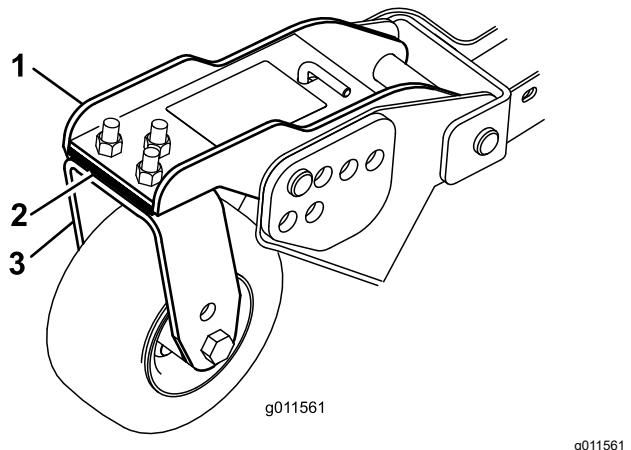

Figura 30
- Ajuste los suplementos de 3 mm ( $\frac{1}{8}$ ") de las horquillas de las ruedas giratorias delanteras hasta que la altura de corte se corresponda con la marca de la pegatina (Figura 30).
- Si el borde interior de la unidad de corte lateral está demasiado alto respecto al borde exterior de la unidad de corte delantera, retire un suplemento de la parte inferior del brazo interior delantero de la rueda giratoria en la unidad de corte lateral (Figura 30).